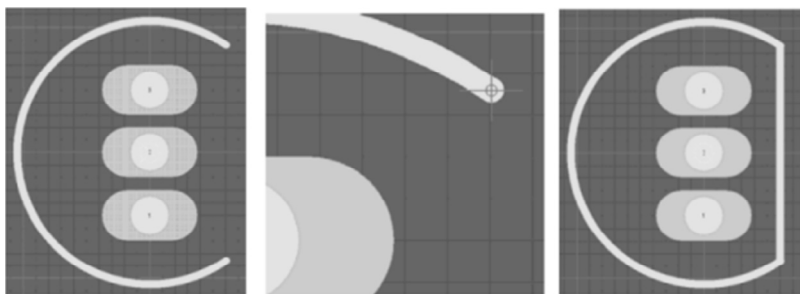

Рис. 2.13. Рисование дуги, использование электрической сетки для привязки начала и конца линии, готовая шелкография
2. Для начала нарисуйте дугу, как показано на рис. 2.13. Вызовите **Place** → **Arc (Center)** из меню. Переместите курсор в точку X:0, Y:0 и щелкните [ЛКМ], чтобы задать центр дуги. Если известны радиус, начальный и конечный углы, проще закончить рисование дуги без попыток интерактивно определить эти параметры, открыть свойства дуги в диалоге *Arc* и ввести необходимые значения.
3. Щелкните [ЛКМ] в любом месте, чтобы примерно задать радиус, потом щелкните [ЛКМ] для задания примерного начального угла. При задании конечного угла дуга может нарисоваться не с «той стороны». Чтобы поменять направление рисования, нажмите [Пробел]. Нарисуйте дугу, как показано на рис. 2.13. Нажмите [ПКМ] для выхода из режима рисования. Если в процессе рисования допустили ошибку, нажмите клавишу [Backspace] для отмены последнего действия. Теперь выполните двойной щелчок по нарисованной дуге, чтобы открыть диалог *Arc* для редактирования свойств дуги. Введите следующие параметры: **Width** = 6mil, **Radius** = 105 mil, **Start Angle** = 55, **End Angle** = 305.
4. Теперь нарисуем линию. Вызовите **Place** → **Line** [«горячие» клавиши: **P** → **L**] или нажмите кнопку на панели инструментов. Подведите курсор к одному из концов дуги и нажмите [**Page Up**] для увеличения (см. рис. 2.13). Когда вы подведете курсор достаточно близко к концу дуги, он прицепится к нему. Это электрическая сетка притягивает курсор к концу одного из существующих объектов. Щелкните [**ЛКМ**], чтобы начать рисование линии.